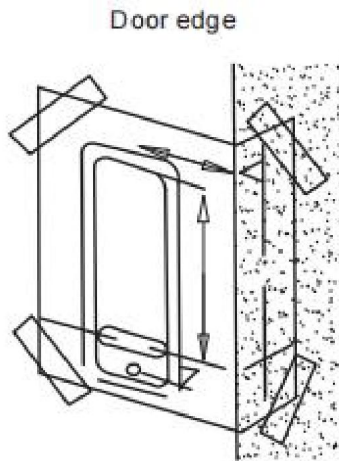

Fig.2
- 1) Positioneer en bevestig de sjabloon (productsjabloon model 209) correct op het oppervlak van de binnendeur. Vereiste hoogte van de vloer. Zorg ervoor dat de relevante, gemarkeerde, deurrand uitlijningssjabloon moet correct worden uitgelijnd met de werkelijke deurrand. (zie afbeelding 2)